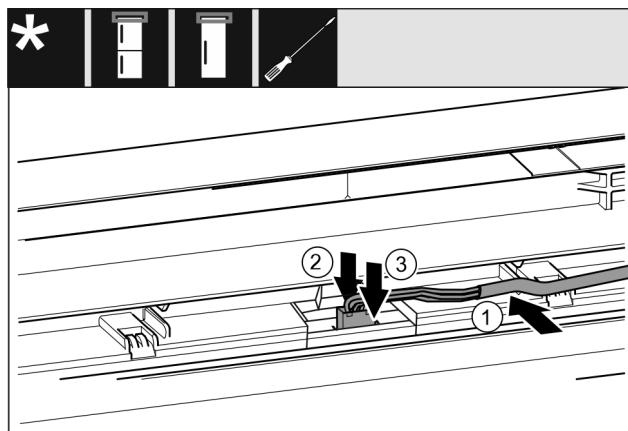

Fig. 44
- ▶ Поставете сивия кабел във водача в горната врата. Fig. 44 (1)
- ▶ Натиснете фиксирация палец назад. Fig. 44 (2)
- ▶ Фиксирайте щекера. Fig. 44 (3)